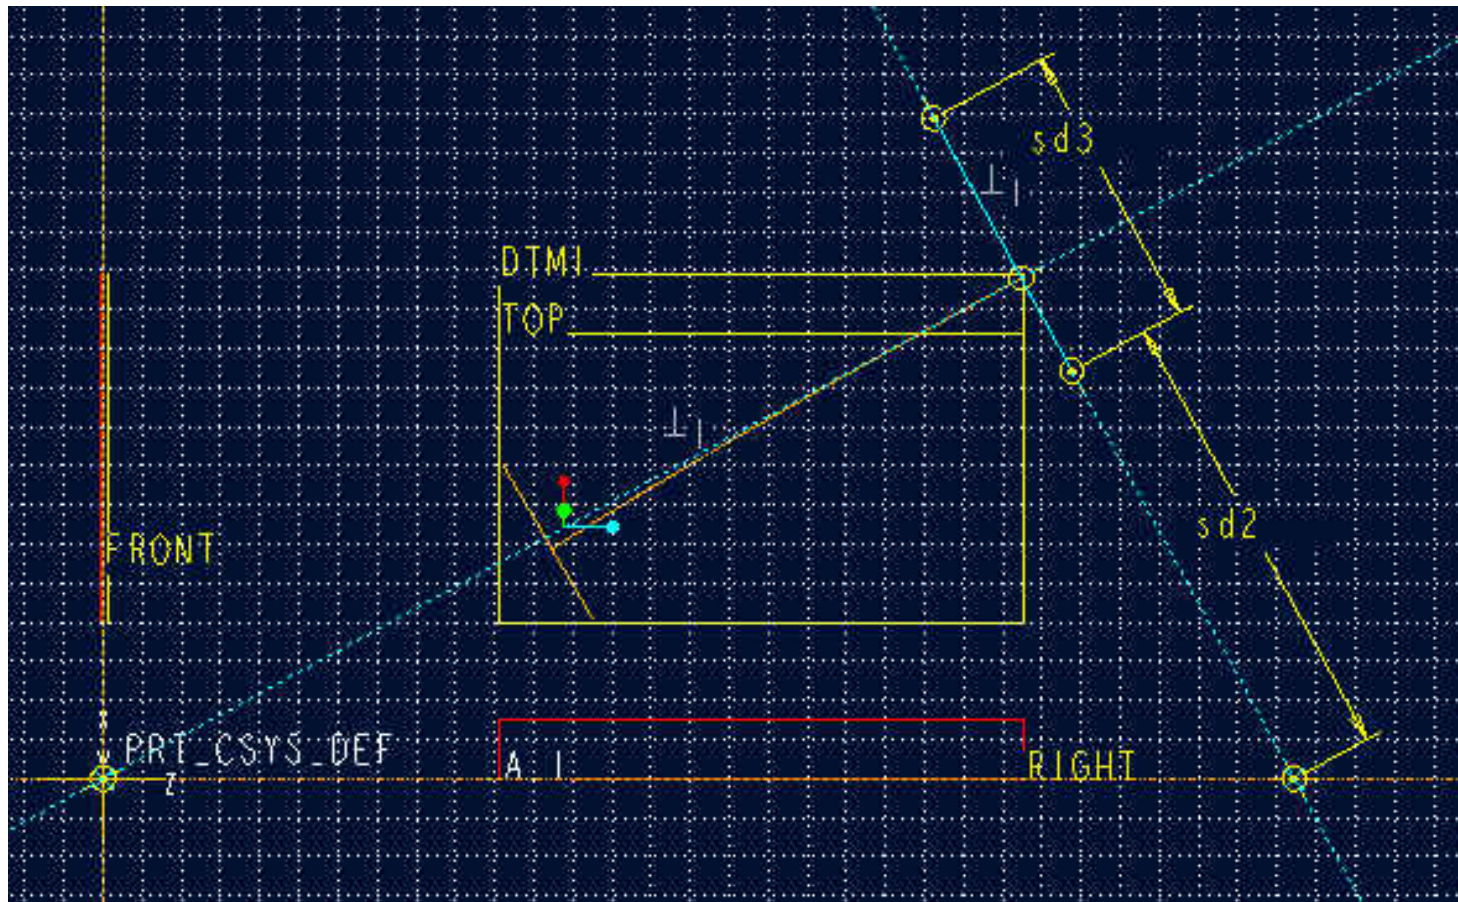

Abbildung 12
Klicken Sie das Icon Bezugskurve erzeugen, **Skizze, Fertig, Skizzierebene, Neu erstellen, Bezug erzeugen, Durch, AchseKantKurv** und selektieren Sie die Achse A_1, **Durch, Pkt/Eckpkt** und selektieren Sie den anderen Endpunkt der Mantelkurve, **In Ordnung** und als Skizzierreferenz, **RECHTS** und selektieren Sie die Ebene FRONT. Selektieren Sie als Skizzierer-Referenzen folgende Konstruktionselemente: Mantelkurve id_39, Achse A_1 und Ebenen FRONT und skizzieren Sie wie in Abbildung 12:
9. Fuegen Sie folgende Beziehungen hinzu. In der Abbildung 12 sind die Skizzierbemaessungen sd2 und sd3 als Teilbemaessungen D2 und D3